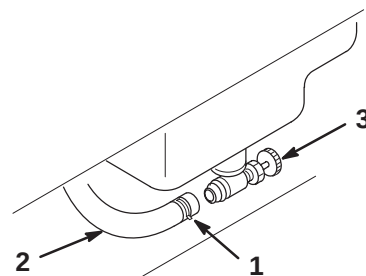

Bild 39
3. Lockern Sie die Schlauchklemme und schieben sie an der Kraftstoffleitung weg vom Kraftstoffhahn nach oben (Bild 39).
4. Ziehen Sie die Kraftstoffleitung vom Kraftstoffhahn ab (Bild 39). Etwas Kraftstoff läuft aus dem Schlauch, wenn er vom Hahn abgezogen wird. Bringen Sie einen Schlauch mit einem Innendurchmesser von 5/16" am Hahn an, damit der Kraftstoff besser in einen Kanister ablaufen kann. Öffnen Sie den Hahn und lassen den Kraftstoff in einen zulässigen Kanister oder ein Auffanggefäß ablaufen. Entsorgen Sie Kraftstoff vorschriftsmäßig.
5. Bringen Sie die Kraftstoffleitung am Kraftstoffhahn an. Schieben Sie die Schlauchklemme ganz an den Hahn heran, um die Kraftstoffleitung abzusichern (Bild 39). Sie sollten den Kraftstoffhahn normalerweise offen lassen, außer wenn Sie die Kraftstoffanlage warten oder die Zugmaschine auf einem Anhänger transportieren.